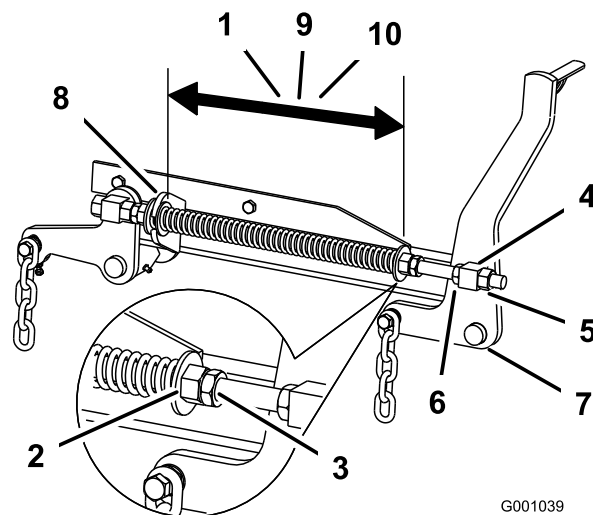

Figura 114
2. Verificate la distanza tra le 2 rondelle grandi, deve essere pari a 28,2 cm per i piatti di taglio da 132 cm, 26,7 cm per i piatti di taglio da 152 cm, o 29,2 cm per i piatti di taglio da 183 cm (Figura 114).
3. Regolate questa distanza allentando il controdado per molla e girando il dado davanti ad ogni molla (Figura 114).
4. Bloccate il dado serrando il controdado della molla (Figura 114).